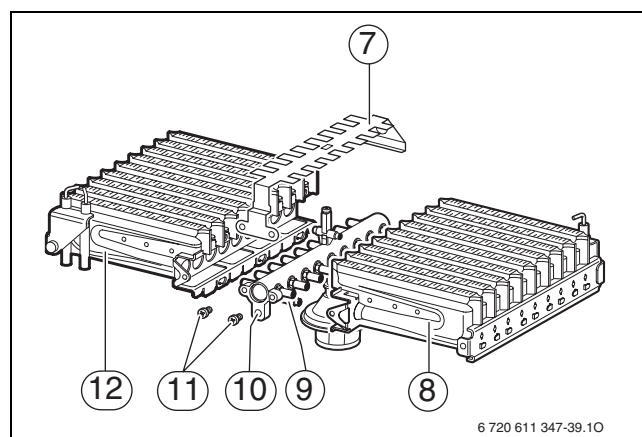

Fig. 48
- Rimuovere le viti (11) (→ fig. 48).
- Togliere il lamierino spargifiamma (7).
- Rimuovere le viti dai punti di fissaggio (9). Togliere la parte sinistra (12) e la parte destra (8) del bruciatore dalla rampa ugelli (10).